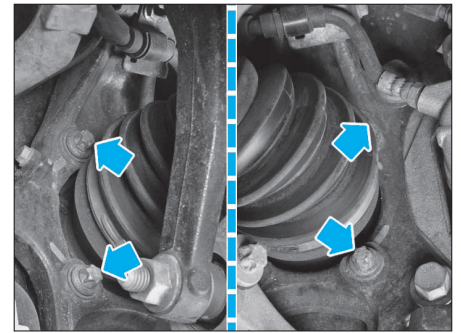

FIG. 14
- Déposer les vis de fixation du moyeu sur le pivot (Fig.14).